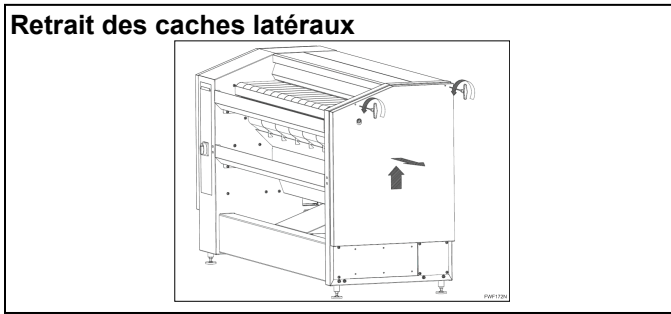

Figure 24
- Quand le cache droit est retiré (Figure 24) et que les deux vis HEX8 (2) sont desserrées, le couvercle (1), Figure 22, peut être ouvert.
- Avant de mettre la machine en marche, démonter les deux caches latéraux. voir Figure 24.